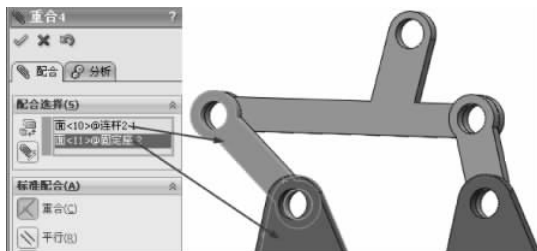

图 3-219 重合配合
(8) 继续进行配合约束, 选择【标准配合】选项组下的【重合】配合类型 , 在【要配合的实体】选择框  中选择如图 3-219 所示的面, 其他保持默认, 单击【确定】按钮 , 完成重合配合。